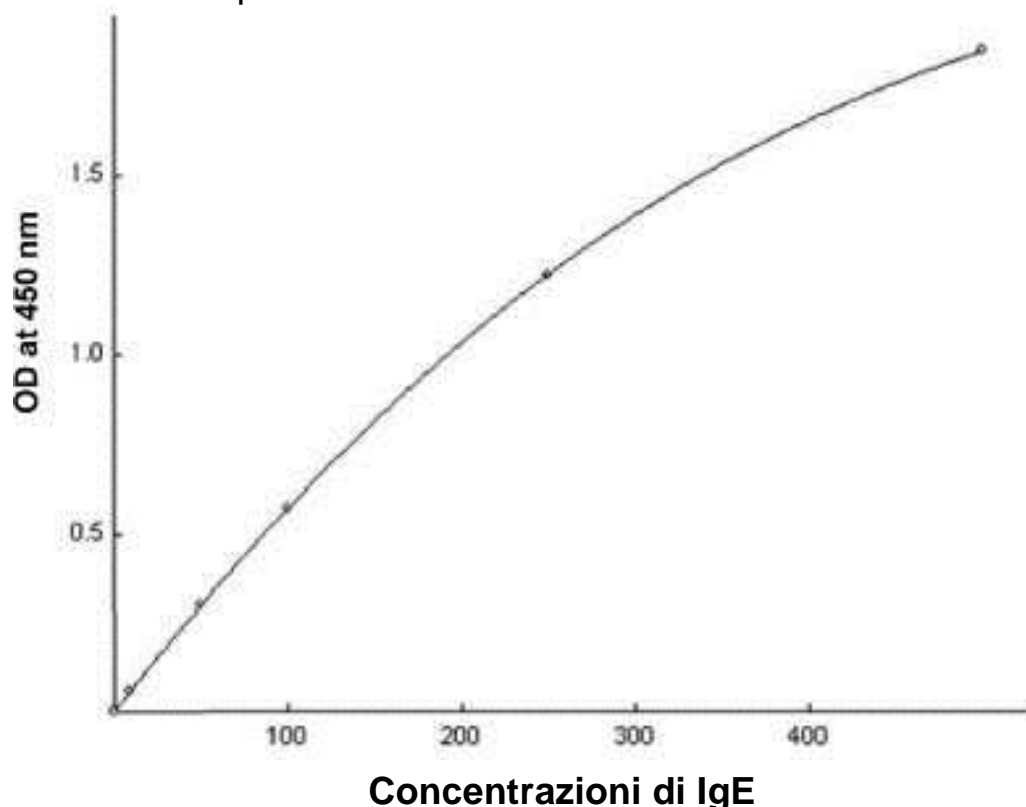

Fig. 2. Esempio di una tipica curva standard.
concentrazioni di IgE utilizzando un fitting di elaborazione 4PL o 5PL (vedere un tipico esempio di curva standard in fig.2). Le concentrazioni di IgE nei campioni vengono calcolate utilizzando la curva standard. Non è consentita alcuna estrapolazione della curva standard per concentrazioni di IgE superiori al valore nominale del calibratore 5 (approssimativamente 500 UI/mL). In questo caso il campione dovrebbe essere diluito 20 volte con il **Diluyente Campioni** e ritestato. Moltiplicare la concentrazione misurata dei campioni prediluiti per il fattore di diluizione (20). Se la concentrazione del campione diluito 20 volte rimane sopra la concentrazione del **CAL 5**, assegnare una concentrazione "sopra 10000 UI/mL" al campione.